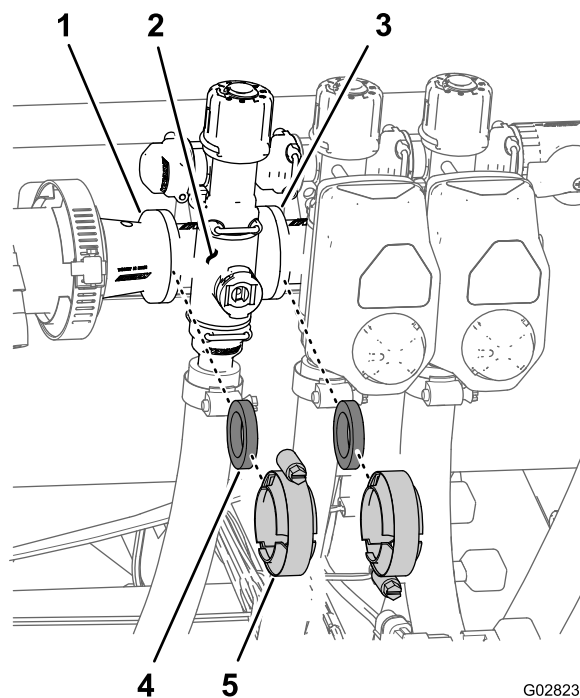

図 80
1. 個別ブームバルブ 図 80 のマニホルドを隣接する個別ブームバルブ左ブームの場合はリデュースカップリングに固定しているクランプとガスケットを外す。